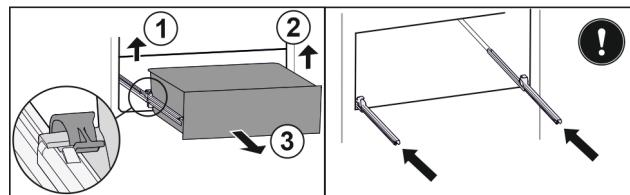

Fig. 39*
- Приподнимите левый зажим и одновременно вытяните движением вперед выдвижной ящик слева Fig. 39 (1).*
- Приподнимите правый зажим и одновременно вытяните движением вперед выдвижной ящик справа Fig. 39 (2).*
- Извлеките выдвижной ящик движением вперед Fig. 39 (3).*